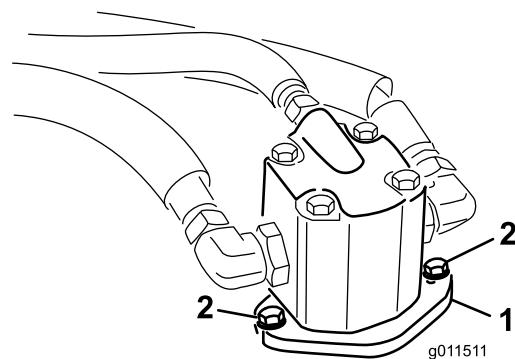

Figura 70
4. Retire os parafusos que fixam o motor hidráulico à plataforma do cortador (Figura 70).